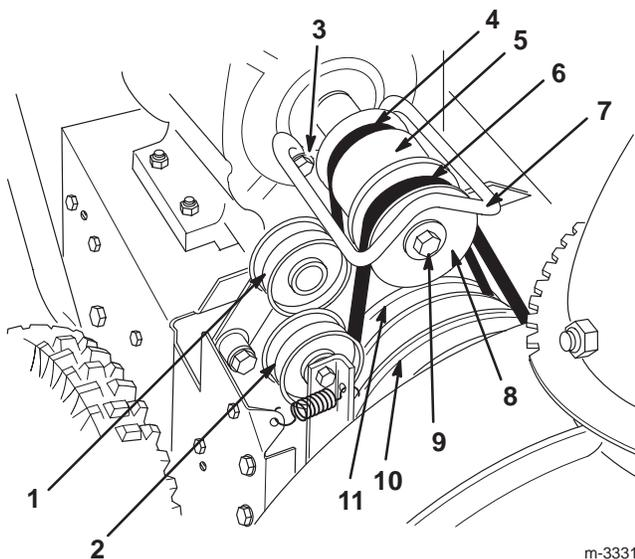

Bild 25
6. Entfernen Sie die beiden Schrauben, Scheiben und Sicherungsscheiben, mit denen die Riemenführung befestigt ist (Bild 25).
7. Entfernen Sie die Motorkurbelwellenschraube, die Sicherungsscheibe und die Scheibe (Bild 25).
8. Lösen und entfernen Sie die Motorantriebsscheibe (Bild 25).
10. Entfernen Sie die Motorriemenscheibe (Bild 25).
11. Entfernen Sie den Fahrtriebsriemen von der Antriebsriemenscheibe und der Motorkurbelwelle (Bild 25).
12. Ziehen Sie die Spannscheibe für den Fahrtrieb nach außen und bringen Sie den neuen Fahrtriebsriemen an (Bild 25).
14. Ziehen Sie die Spannscheibe nach außen und legen Sie den Antriebsriemen für Schnecke/Gebläserad vorne um die Motorscheibe. Achten Sie dabei darauf, dass sich der Riemen an der Innenseite der Spannscheibe befindet (Bild 25).